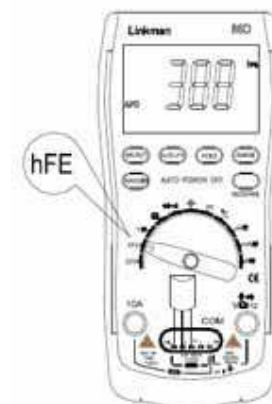

図 16-1
- レンジ切り替えスイッチを □ hFE □ に合わせてください (図 16-1)。